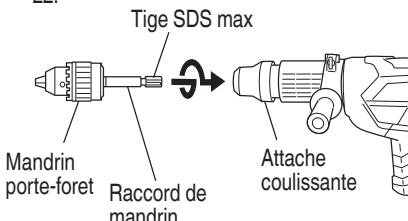

Fig. 16
#### (2) Fixation du raccord de mandrin sur le mandrin porte-foret (Fig. 16)